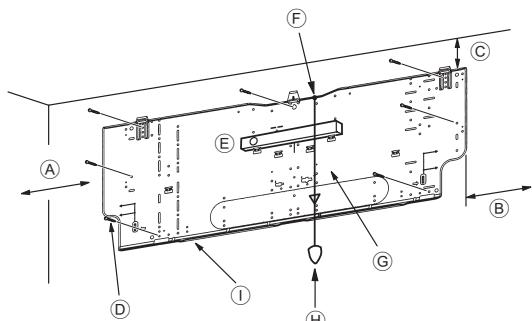
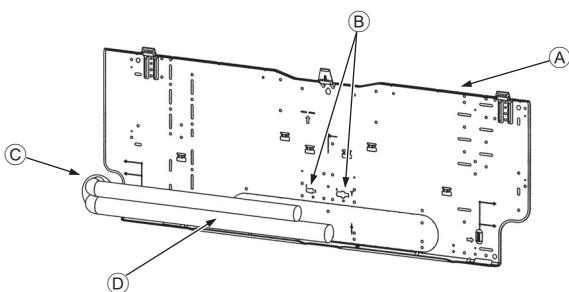

Fig. 3-4
Fig. 3-5
■ PKFY-P-VKM-E (Fig. 3-4)
- (A) Mín. 120 mm (617,6 mm ou mais com a instalação da bomba de drenagem opcional)
- (B) Mín. 220 mm
- (C) Mín. 70 mm (130 mm ou mais com a instalação da bomba de drenagem opcional e a tubagem inferior esquerda, posterior esquerda e esquerda)
- (D) Parafusos de fixação (4 x 25) ②
- (E) Nível
- (F) Aperte a rosca ao furo.
- (G) Coloque o nível encostado à linha de referência horizontal da placa de montagem e Monte de maneira a ficar nivelado. Pendure um peso na rosca e alinhe com ▽ EPK da placa de montagem para permitir o nivelamento.
- (H) Peso
- (I) Placa de montagem ①
3.3. Quando incorporar os tubos na parede (Fig. 3-5)
- (A) Placa de montagem ①
- (B) Marcação de referência para ligação de afunilamento
- (C) Através do furo
- (D) Tubagem no local